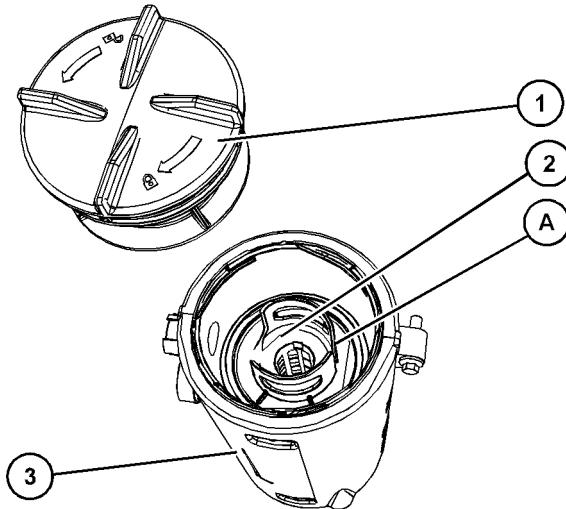

図 95
- 新しいフィルタエレメントをブリーザのボディ(3)に取り付け、位置(A)が合うようにフィルタエレメントの向きを合わせます。図95を参照してください。フィルタエレメントの位置(A)をキャップの位置(B)に合わせます。